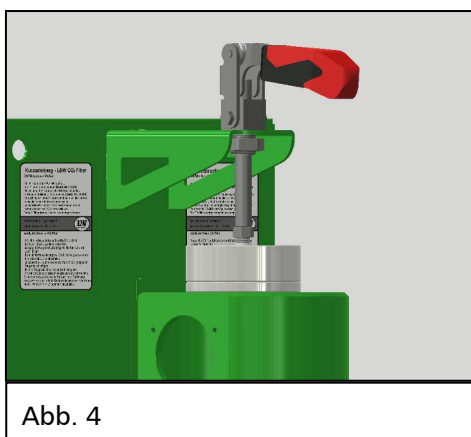

Abb. 4
- Schnellspanner des CO₂ Filters schließen (Abb. 4).